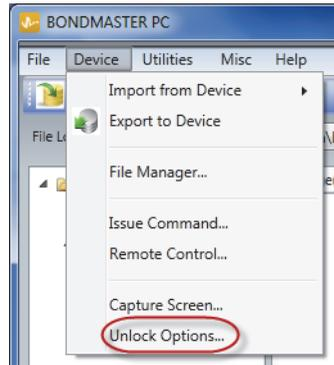

Figura 7-21 Comando de desbloqueo de opciones
1. En el menú **Device** del *software* BondMaster PC, seleccione la opción **Unlock Options**. Ver la Figura 7-21 en la página 230.